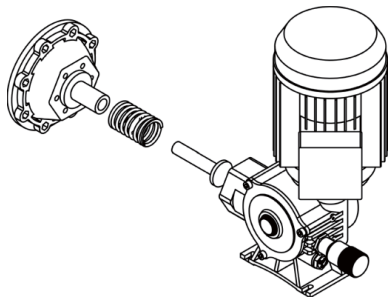

Рисунок 13
3. После замены последовательно установите толкатель, пружину и перекачивающую секцию. (см. рисунок 13)